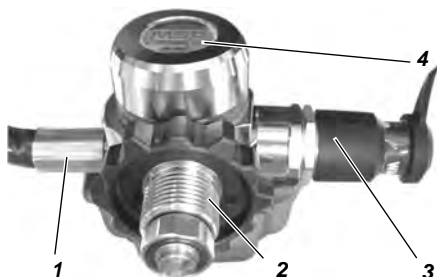

Fig. 2 Trykkforminsker
Trykkforminskeren (se Fig. 2) er festet nederst på bæreplaten. På trykkforminskeren er det en sikkerhetsventil og en flerkanalsslange for å koble til combo trykkluftmåleren. Trykkforminsker reduserer luftbeholderens trykk til rundt 7 bar og sikkerhetsventilen aktiveres for å unngå skade ved økning av trykket som går ut over akseptert trykk og sikrer på denne måten en kontinuerlig leveranse av pustbar luft.
I tillegg til standardenhetenes koblinger har denne modellen høytrykk sikkerhetskobling (se pos. 3 i Fig. 2). Det er da mulig å fylle oksygenflasken(e) med komprimert luft opp til 300 bar mens pusteapparatet med komprimert luft er i bruk.